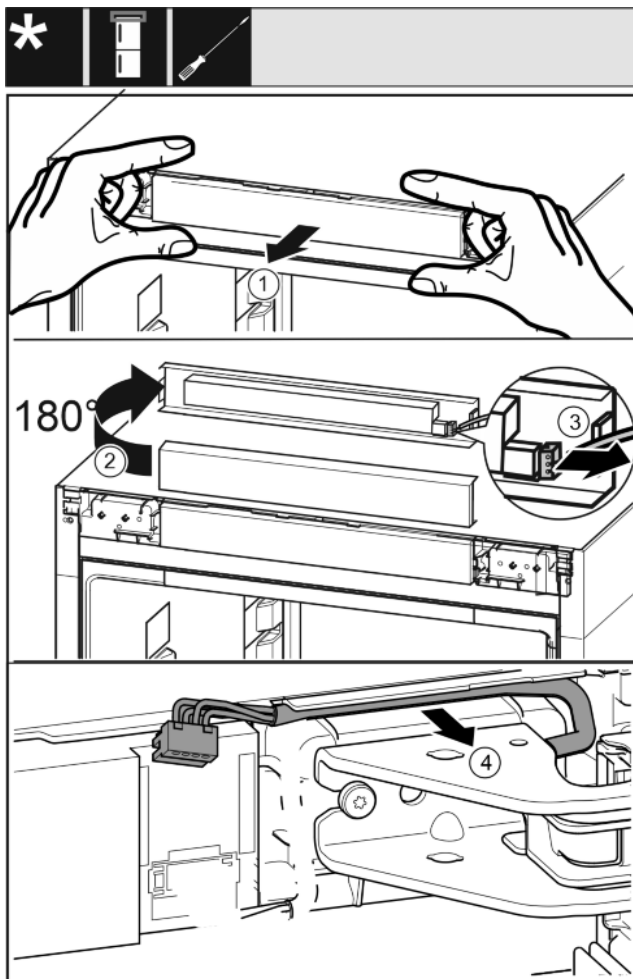

Fig. 15
- ▶ Осторожно отсоедините фальшпанель устройства движением вперед. Fig. 15 (1)
- ▶ Поверните фальшпанель вверх на 180°. Fig. 15 (2)
- ▶ Прижмите язычок защелки назад и осторожно выньте штекер. Fig. 15 (3)
- ▶ Осторожно высвободите кабель над опорным кронштейном из направляющей. Fig. 15 (4)